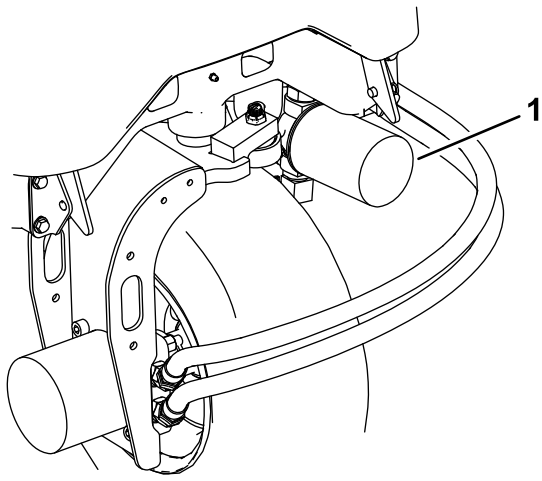
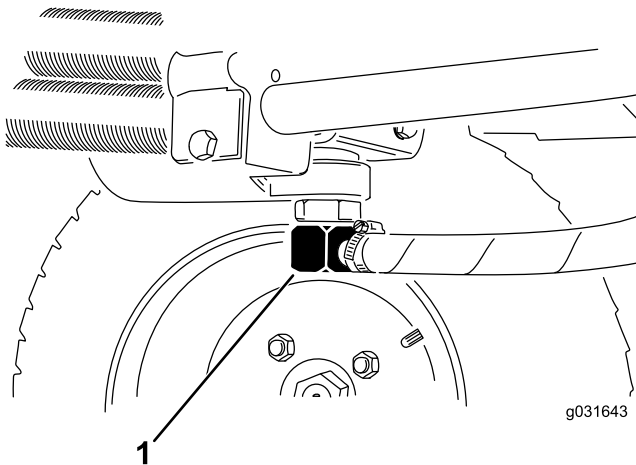

图 64
图 65
2. 断开液压管线与油箱的连接或卸掉液压油滤芯让液压油流入放油盘图 64 和图 65。
3. 液压油停止排出时安装液压管线图 65。